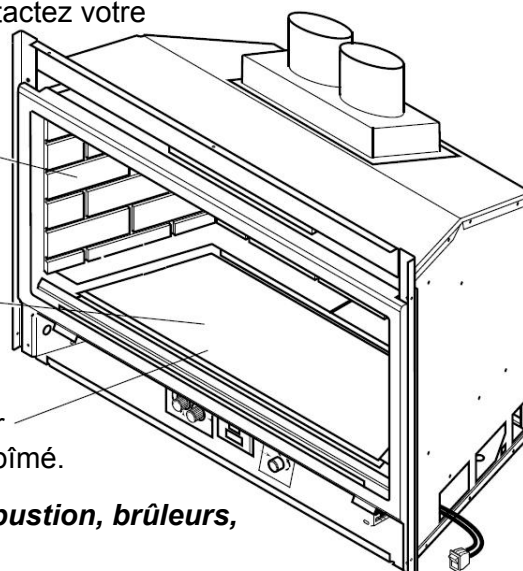

Figure 40 – Vérification des orifices de combustion, brûleurs, parois et plafond de l'appareil.
4. Examiner le brûleur et les orifices de combustion. Inspecter les éléments suivants. Voir Figure 40 :